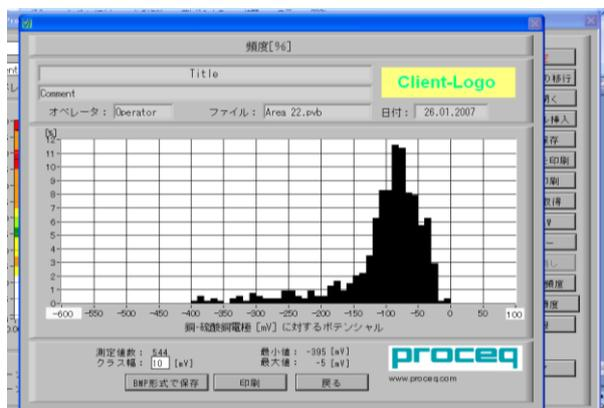

図:3
- 相対的周波数機能により図:3 に示す様な計測データのバーグラフが表示できます。バーの高さはその範囲内での計測点の相対的な周波数を示す。グラフ範囲は X 軸上のそれぞれのフィールドに希望する最小、最大値を入力することにより変更できます。制限-1000 から+1000mV である。クラス幅も変更できます。